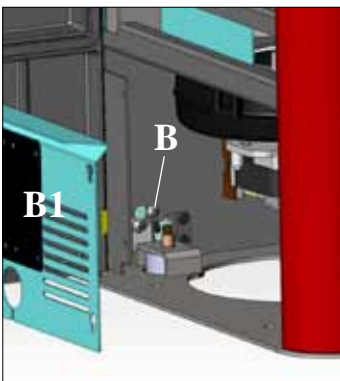

fig. 3
- Aprire l'antina e togliere il pannello zincato (B1 - fig. 3)
- Allentare la vite posta in basso (B -fig. 3).